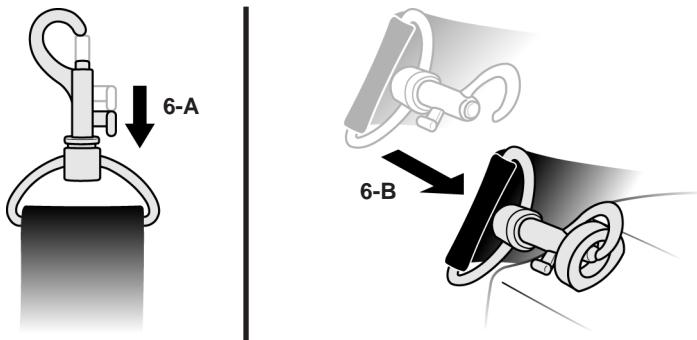

FIGURA 6
NOTA: El Cepillo Secundario de Nylon y el Cepillo Secundario de metal se conectan de la misma manera. El cepillo secundario de nylon se ilustra en la FIGURA 6 como ejemplo.
1. Sujete el broche de un extremo de la Correa de Hombro. Presione la palanca hacia abajo para abrir el broche y continúe presionándola para mantenerlo abierto (FIGURA 6-A).
2. Pase el broche por una de las bases de la correa (no importa cuál); luego, suelte la palanca para cerrar el broche (FIGURA 6-B).